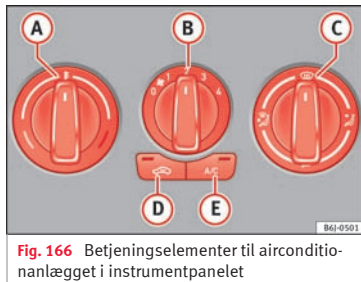

Fig. 166 Betjeningselementer til airconditionanlægget i instrumentpanelet
- Med regulatorerne (A), (B) og (C) » Fig. 166 kan du indstille temperaturen, blæsertrinet og luftfordelingen.
- Tryk på knappen (D) eller (E) for at aktivere eller deaktivere den pågældende funktion. Der lyser en kontrollampe i den pågældende knap, når funktionen er aktiveret.
- Afbryd køleanlægget med knappen » Fig. 166  (kontrollampen i knappen slukker).
Hvis regulatoren  » Fig. 166 står i defrosterpositionen, er luftdysen altid åben, og der kommer luft udefra ind i bilens kabine (kontrollampe slukket).
- Tryk på knappen  » Fig. 166; kontrollampen i knappen lyser, og recirkulationsfunktionen i bilens kabine er aktiveret.